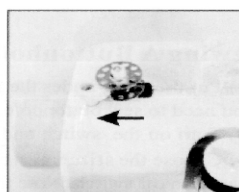

Fig. 13
3. Coloque la bobina en el pasador de la devanadora, enrolle el hilo en sentido del reloj, alrededor de la canilla varias veces., (Fig.13).